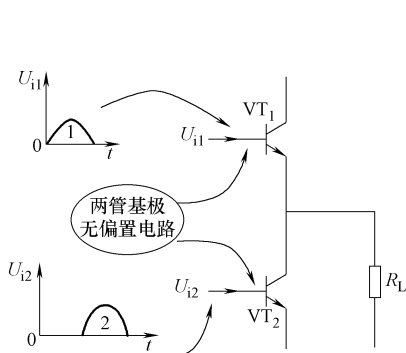

图 11-109 示意图
1) 输出管无直流偏置电流。如图 11-109 所示,电路中  $VT_1$  和  $VT_2$  管构成功率放大器输出级电路,两只晶体管基极没有偏置电路,所以它没有静态直流电流。输入信号  $U_{i1}$  加到  $VT_1$  管基极,输入信号  $U_{i2}$  加到  $VT_2$  管基极,这个输入信号大小相等、相位相反,且幅度足够大,这样由输入信号电压直接驱动  $VT_1$  和  $VT_2$  管进入放大工作状态。